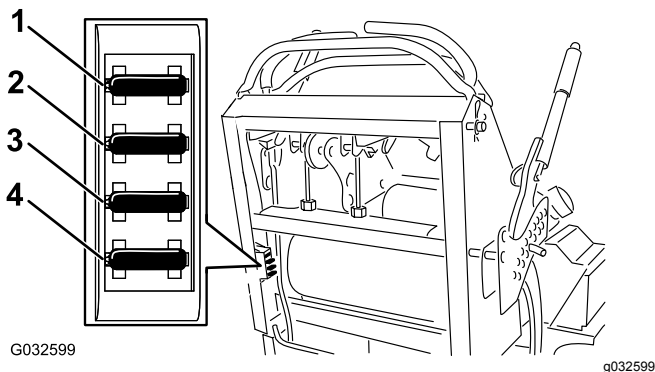

Bild 51
4. Ziehen Sie die Sicherung heraus und setzen Sie sie wieder ein (Bild 51).